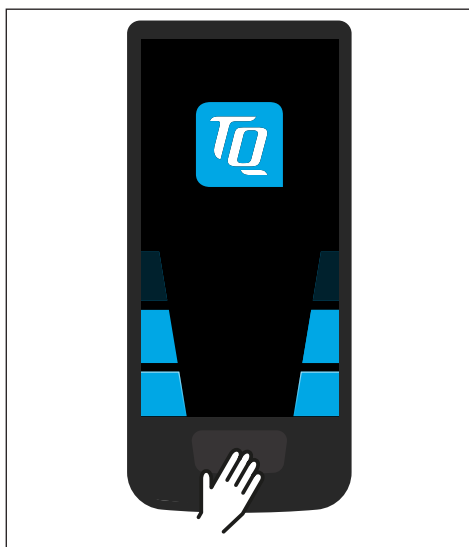

Fig. 3: Éléments de commande et d'affichage sur Display
- ▶ Allumez le Drive Unit en appuyant **brèvement** sur le bouton de commande du Display (voir Fig. 3).
- ▶ Éteignez le système en appuyant **longuement** (>3 s) sur la touche de commande du Display (voir Fig. 3).